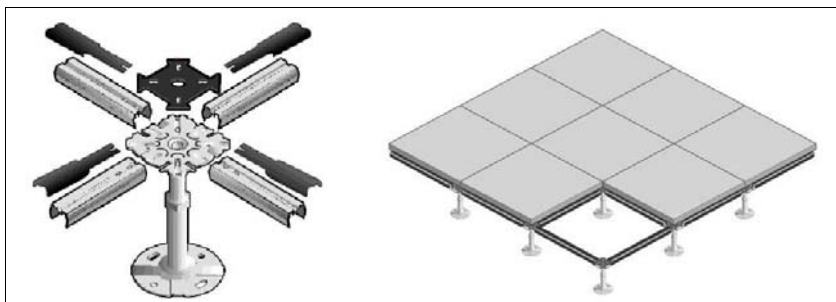

Рис. 10.4. Структура TF3/ST2
- Структура TF3/ST2 со стрингерами. Эта структура полностью из оцинкованного железа с высоко закрепляемыми стрингерами, открытым сечением $38 \times 30 \times 38$ мм и толщиной 1 мм, предназначена для применения в офисах со средними нагрузками на полы. С этой структурой могут использоваться панели любого типа (рис. 10.4).